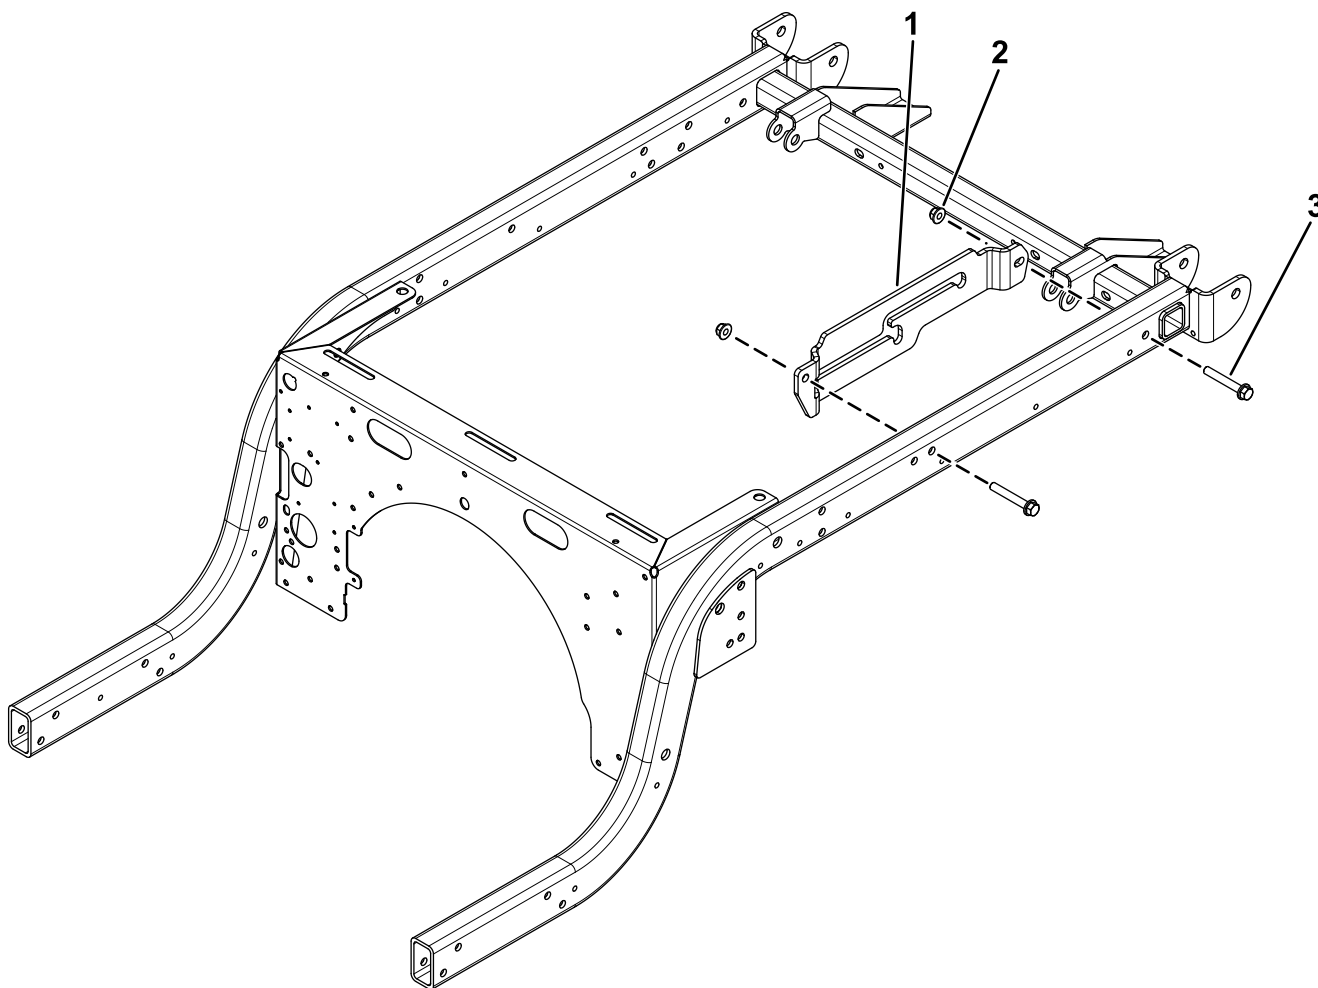

Figura 3
1. Prenda o suporte da barra de apoio à estrutura da máquina utilizando dois parafusos de cabeça sextavada ($\frac{3}{8}$ x 2½ pol.) e duas porcas de bloqueio ($\frac{3}{8}$ pol.) como se mostra na Figura 3.